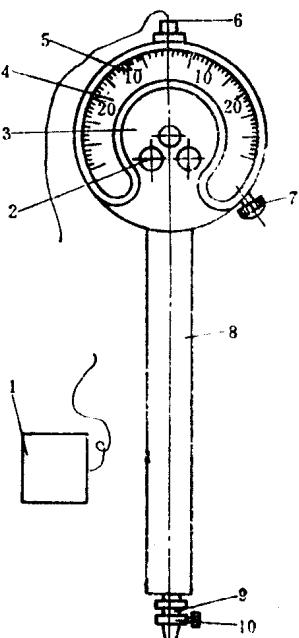

图 2-3
5. 光学扭簧测微仪 光学扭簧测微仪是将其测量杆的直线移动，通过机械杠杆、扭簧带和光学原理传动放大后，转换为指示线在刻度盘上摆动进行测量的量具。它是用于测量精密工件的几何形状和位置误差，也可用量块作为基准，进行比较测量，见图2-3。